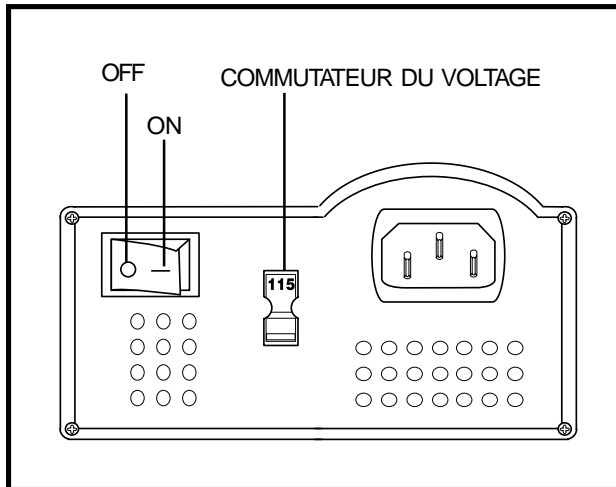

Figure 7. Commutateurs du chargeur externe
Le chargeur fourni avec votre scooter est équipé d'un commutateur de voltage 115/230. Vérifiez que le commutateur est réglé sur le voltage de votre localité. Si vous n'êtes pas certain du voltage de votre région, contactez votre fournisseur d'électricité avant de procéder au branchement de votre chargeur. Si le réglage n'est pas correct le chargeur ne pourra fonctionner normalement. Placez le commutateur à la position appropriée. **Voir la figure 7.**
7. Allumez le chargeur. **Voir la figure 7.** Nous recommandons de recharger les batteries pendant une période de 8 à 14 heures consécutives.